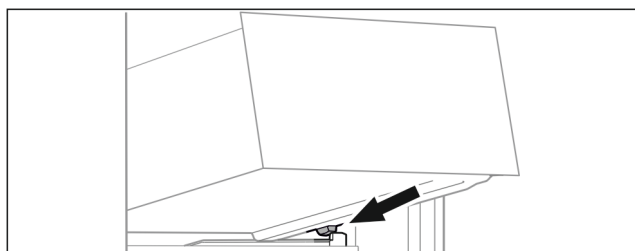

Fig. 15
- ▶ Założyć szufladę pod skosem za stoperami na zębro pojemnika Fig. 15 (1).